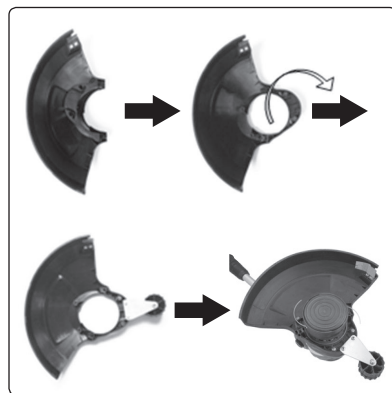

Abb. 4
- Um den Rasentrimmer verwenden zu können, montieren Sie die Schutzhaube und sichern Sie sie ordnungsgemäß mit den Schrauben (siehe Abb. 4). Benutzen Sie niemals den Rasentrimmer ohne montierte Schutzabdeckung - es droht eine Verletzungsgefahr durch weggeschleuderte Gegenstände.